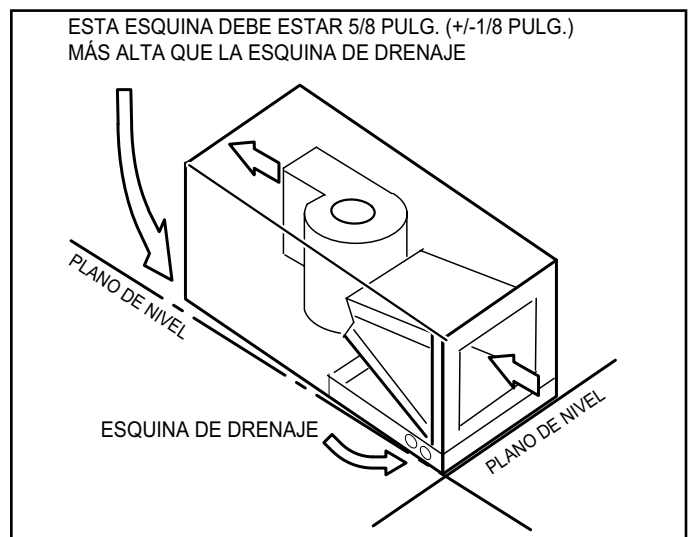

FIGURA 16. Inclinación de la unidad para un drenaje apropiado
- 4 - Coloque la unidad de modo que esté inclinada hacia el extremo del colector de drenaje de flujo ascendente y nivélela desde el extremo delantero al extremo trasero (consulte la FIGURA 16).
- 10 - Coloque la unidad de modo que se incline como se muestra en la FIGURA 16. Conecte los plenos de aire de retorno y suministro con tornillos para láminas de metal.
Asegúrese de que la unidad esté inclinada (similar a la pendiente en la FIGURA 16) de modo que el colector de drenaje se vacíe por completo sin que quede agua estancada en el colector.